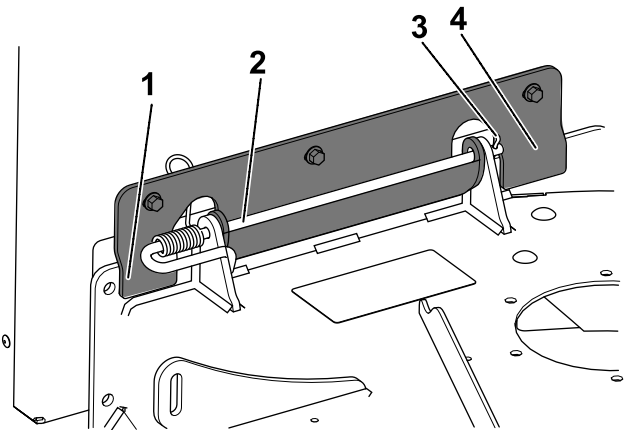

図 12
1. バガーの取り付けブラケットに付いている前後のタブを、図 12のように位置決めする。
4. 先に外してあったロッドとピンを取り付ける 図 12を参照。